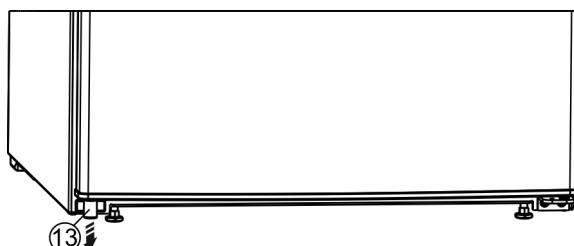

Fig. 4
- Estrarre dalla porta, in basso a sinistra, il distanziatore Fig. 4 (13).